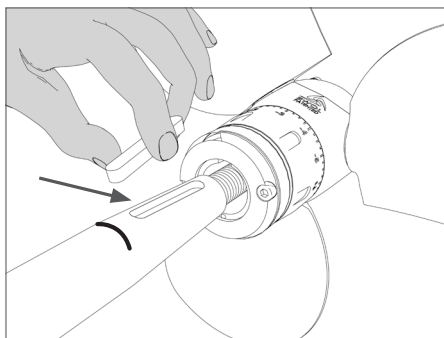

FIG. 12 | Inserimento della chiavetta sull'asse
- Inserire la chiavetta sull'asse (**Fig. 12**).